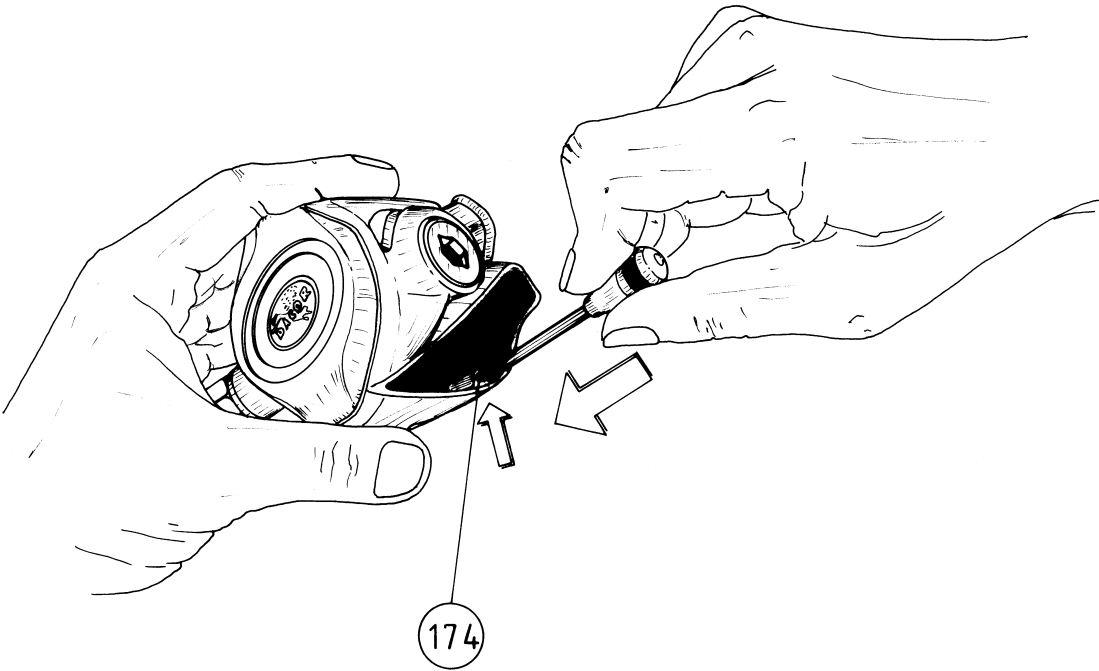

FIG. 1
- 3. Extraiga la boquilla (44).
- 4. Quite el perno de fijación (174) del tapón de inspección (41) desde el perfil del conducto de descarga. (Fig.1)
EN LA OPERACIÓN QUE SE DESCRIBE EN EL PUNTO 4 SE RECOMIENDA UTILIZAR UN PUNZÓN METÁLICO CON UN DIÁMETRO MÁX DE 2 mm (FIG.1).